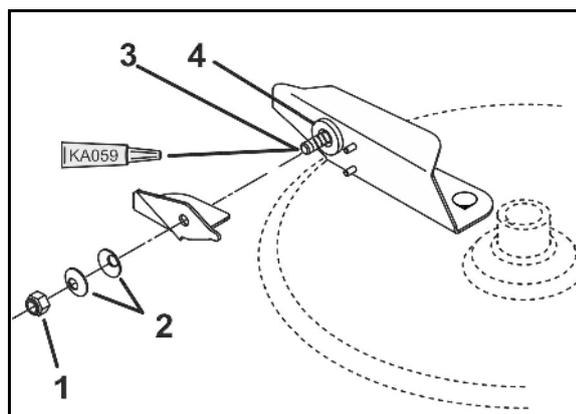

Fig. 91
- 2 x 8 vis des ressorts à lame (Fig. 91/1)